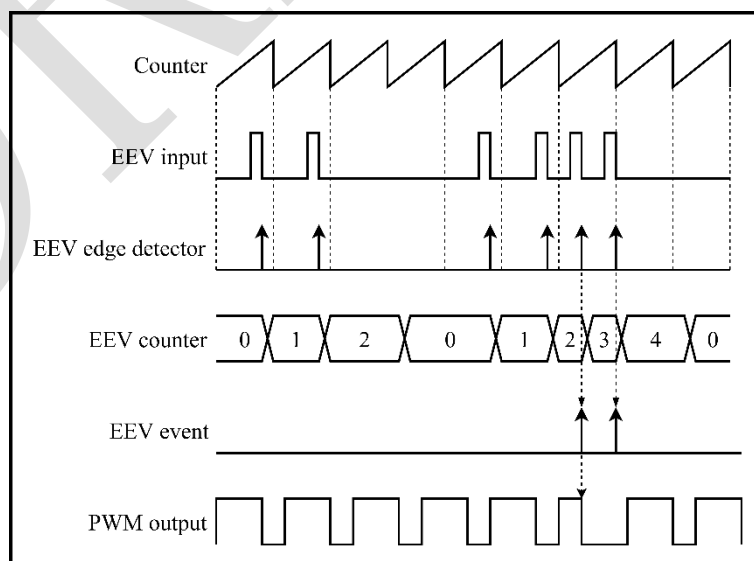

图 17-46 外部事件计数器累积模式 (EEVXRSTM=1, EEVXCNT=2)
- 累积模式：当 HRPWM_EEFxR2.EEVARSTM=1 时，只有在上一 PWM 周期内没有出现外部事件时，外部事件计数器才会清零。这是一种累积模式，外部事件必须在多个 PWM 周期内都至少出现一次，如下图 17-46 所示。